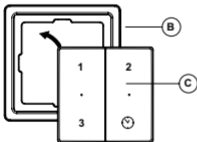

Fig 5.
2. Inserire l'interruttore wireless C (fig.5) nella cornice B, in modo che si incastrino.